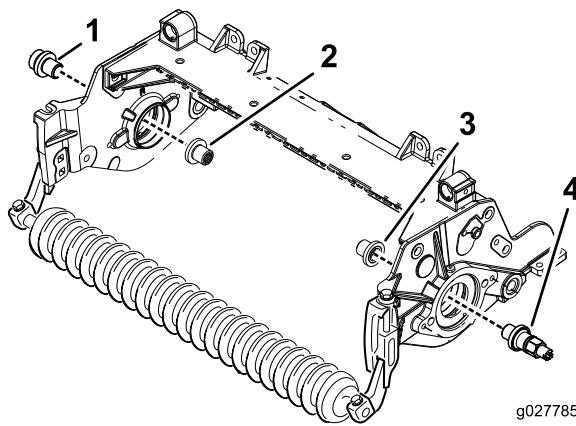

图6
12. 使用滚刀驱动轴工具，从滚刀轴两端拆下花键插入件并丢弃（图6）。使用滚刀驱动轴工具，零件号 TOR4112 适用于型号 03401 和 03402，而零件号 TOR4074 则适用于型号 03403 和 03404。清洁插放花键插入件的螺纹孔外的所有润滑脂。
13. 将新（更长）的内花键插入件安装至滚刀轴的滚刀马达侧（图6）。在螺纹上涂上蓝色乐泰胶，上紧扭矩至 115.5~129Nm
- 14. 安装驱动轴插入件（图6）。在螺纹上涂上蓝色乐泰胶，上紧扭矩至 115.5~129Nm